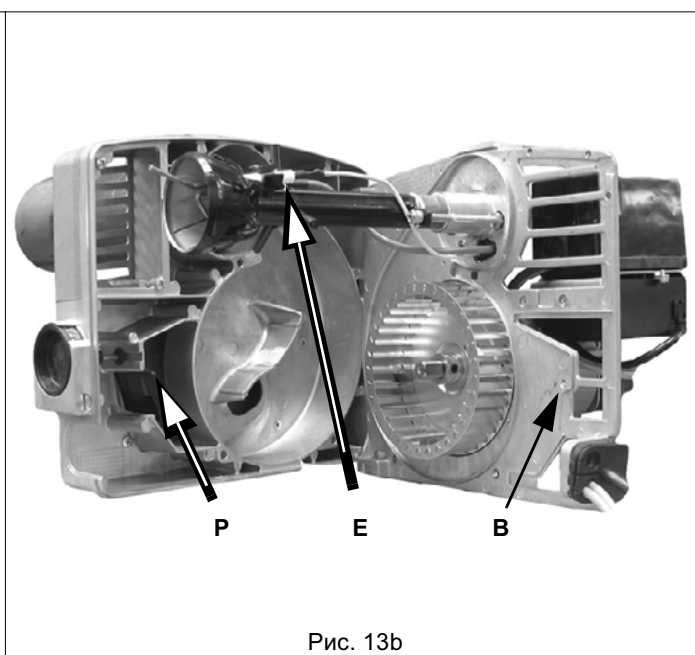
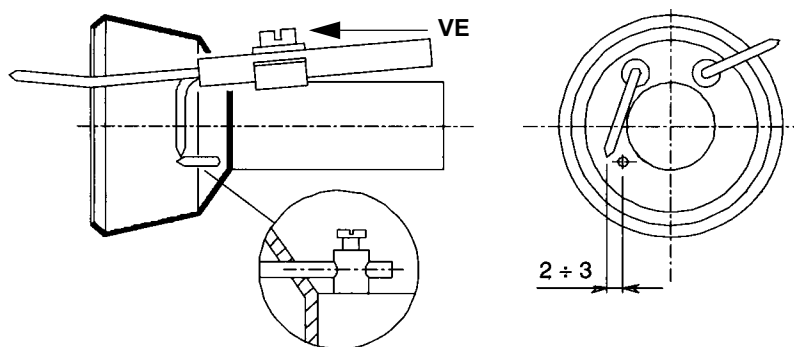

Рис. 13b
Рис. 14
- Проверка запальных и контрольных электродов (Е на Рис. 13b); чистка, при необходимости корректировка положения и замена (см. Рис. 14);
- Подвесить пластинку одним из двух способов, указанных на Рис. 13b и Рис. 13с с целью облегчения выполнения операций по обслуживанию.
ПРИМЕЧАНИЕ: При обратной установке на место пластинки компонентов, обратить внимание на то, что штифт Р заслонки вошел в специальное гнездо В (см. Рис. 13b на странице 15).
Для гарантированного хорошего розжига горелки, необходимо, чтобы были выдержаны размеры, указанные на Рис. 14.